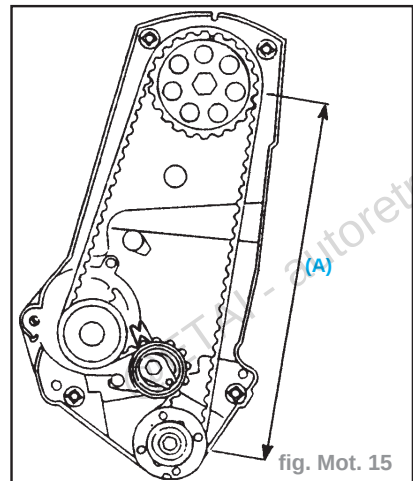

fig. Mot. 15
- Placer la courroie crantée, s'assurer que le côté tirant (**A**) soit tendu (fig. Mot. 15).